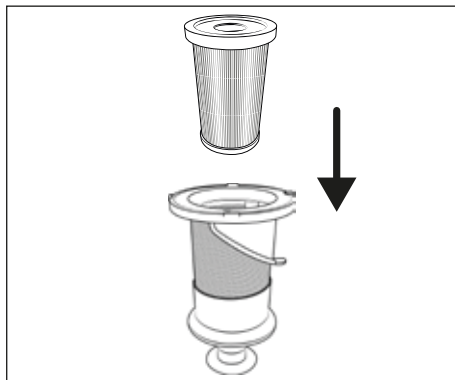

Abb. 22
- 7) Setzen Sie den HEPA-Filter **5** in den Edelstahlfilter **6** ein (siehe Abb.22).